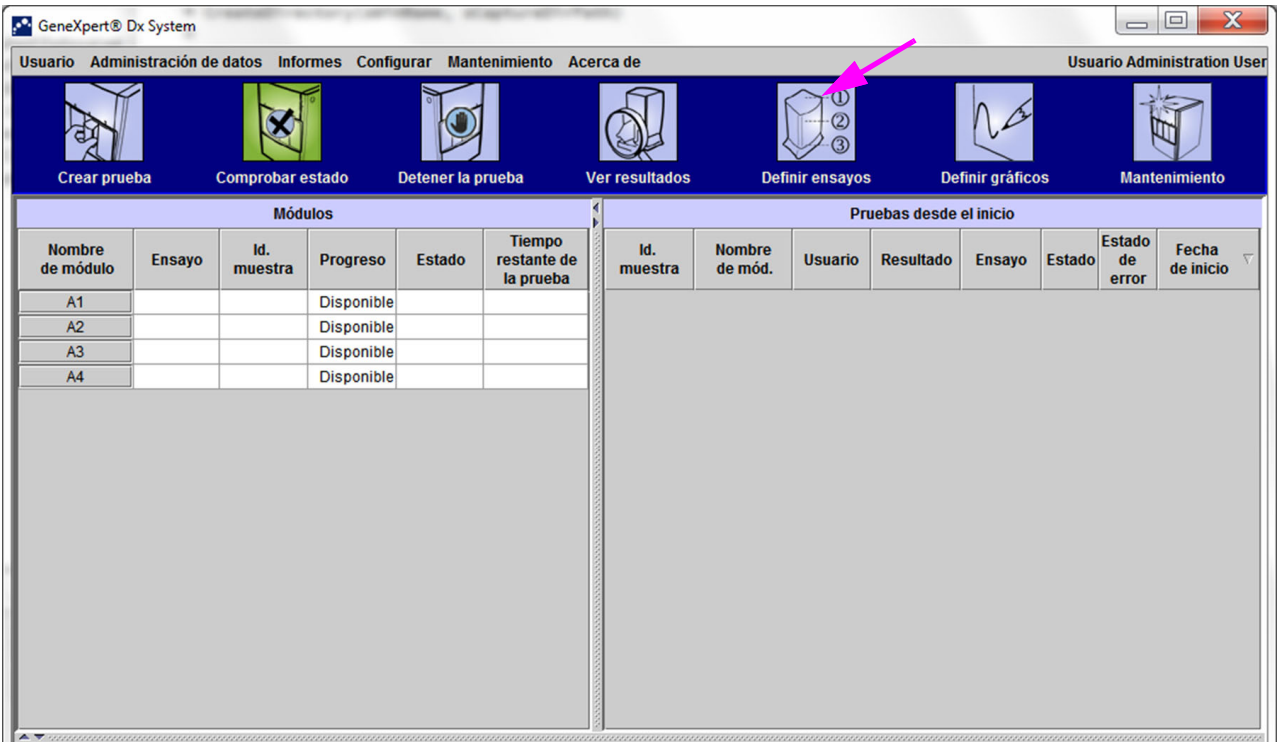

Figura 5-27. Ventana del sistema GeneXpert Dx
1. Haga clic en **Definir ensayos (Define Assays)** en la ventana del sistema GeneXpert Dx (consulte la figura 5-27).